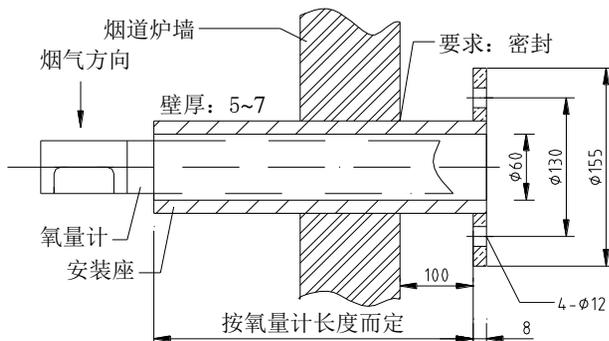

图5 氧量表安装示意
5.1.3 氧量计的安装方向，必须是氧量计的过滤器背对烟气的方向。如图 5 所示：